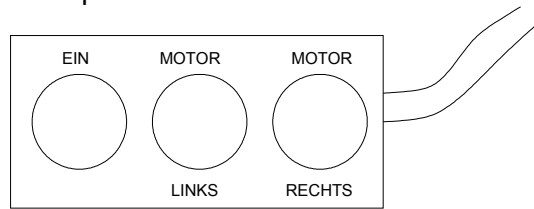

Fig.7 De afstandbediening
6) Ga in de auto zitten met de afstandsbediening (fig.7). Schakel de motoren in door de EIN-knop in te drukken en ingedrukt te houden. Controleer of de wielen van de auto in de